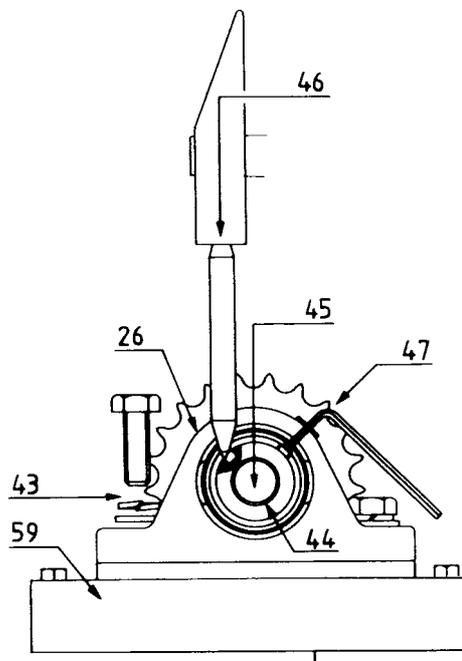

Figure 5
3. Démontez la tête de guidage **(59 - Fig. 5)**. Desserrer les vis **(43 - Fig. 5)**. Voir page 9.
10. Monter la tête de guidage **(59 - Fig. 5)**. Serrer les vis **(43 - Fig. 5)**. Voir page 9.